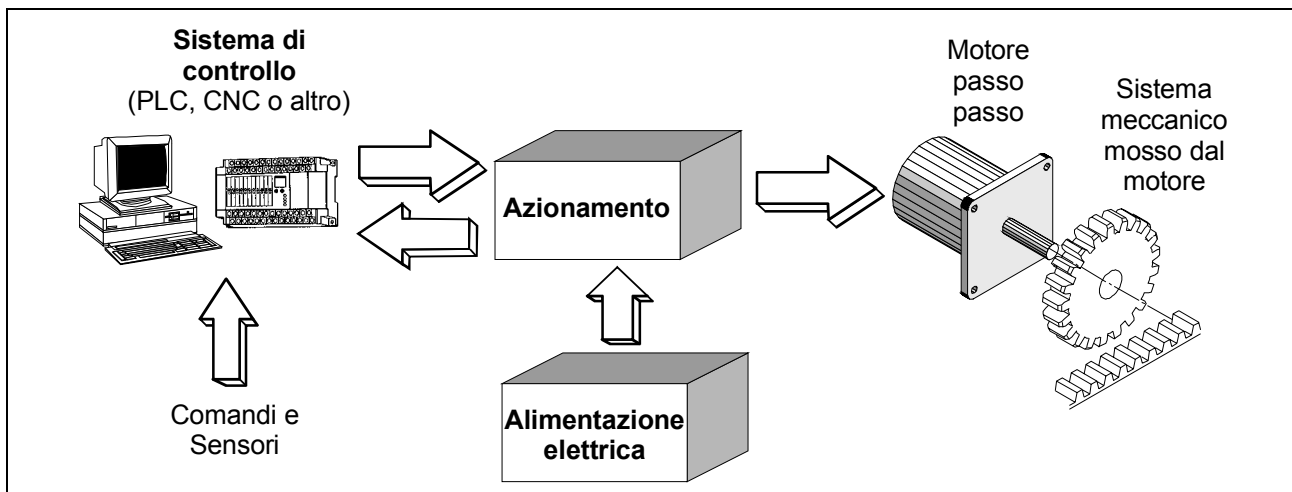

Fig. 1
1.2 - Ai fini del presente manuale i termini usati nel punto 1.1 e successivi hanno il seguente significato (vedi fig. 1):
- **Azionamento:** parte elettronica di un sistema di movimentazione meccanica che riceve dei comandi logici e/o analogici da un sistema di controllo esterno e fornisce al motore passo-passo le opportune sequenze di eccitazione delle fasi atte a fargli effettuare i movimenti richiesti dal sistema di controllo. L'azionamento può anche fornire al sistema di controllo informazioni relative al suo stato, sotto forma di segnali logici. In questo manuale con il termine azionamento si intende di fatto un modulo BDM (EN 61800-3, cap.3, Fig.1).